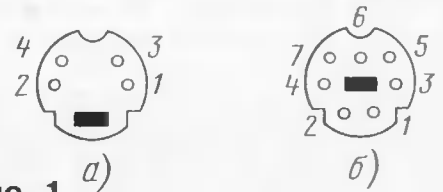

Рис. 1
Вид 4-контактной розетки MDN-4FR и нумерация контактов показаны условно на рис. 1,а. Назначение контактов в ней следующее: 1 — общий провод сигнала яркости; 2 — общий провод сигнала цветности; 3 — сигнал яркости (Y); 4 — сигнал цветности (C). На рис. 1,б показан вариант 7-контактной розетки, назначение контактов 3, 4, 5, 7 у нее такое же, как в предыдущем случае соответственно. Следует обратить внимание на то, что в Интернете и в литературе цоколевка разъемов S-Video не всегда указана верно.